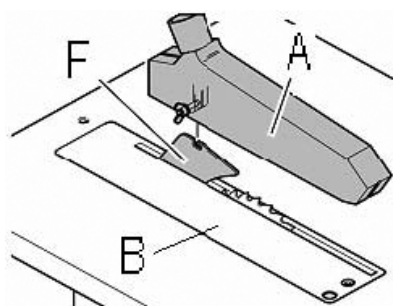

Fig. 16
Savbeskyttelseshætten skal altid være monteret. Fastgør savbeskyttelseshætten (A, fig. 16) med 1 portbeslagskrue, 1 skive og 1 vingemøtrik på kløvekilen (F).